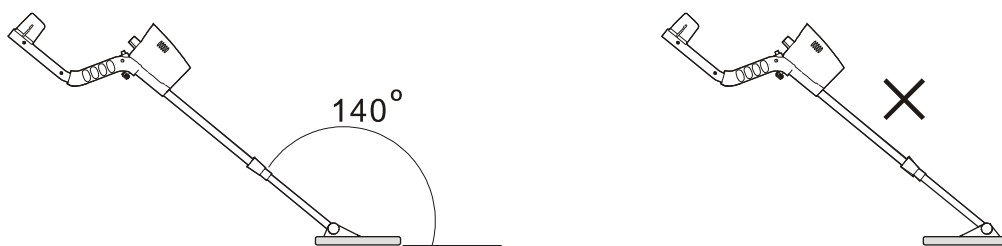

Figura.8
- Coloque debidamente la bobina de búsqueda; mantenga el ángulo entre la bobina de búsqueda y el tronco de aluminio de forma que el ángulo sea de 140° . Por favor, tenga cuidado en no equivocarse (Figura.8)